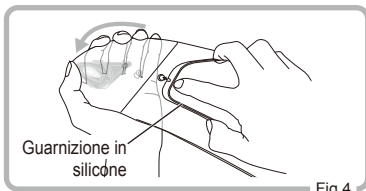

Fig. 4
- 4 Ripetere la stessa procedura per l'altro lato. (Fig. 4)